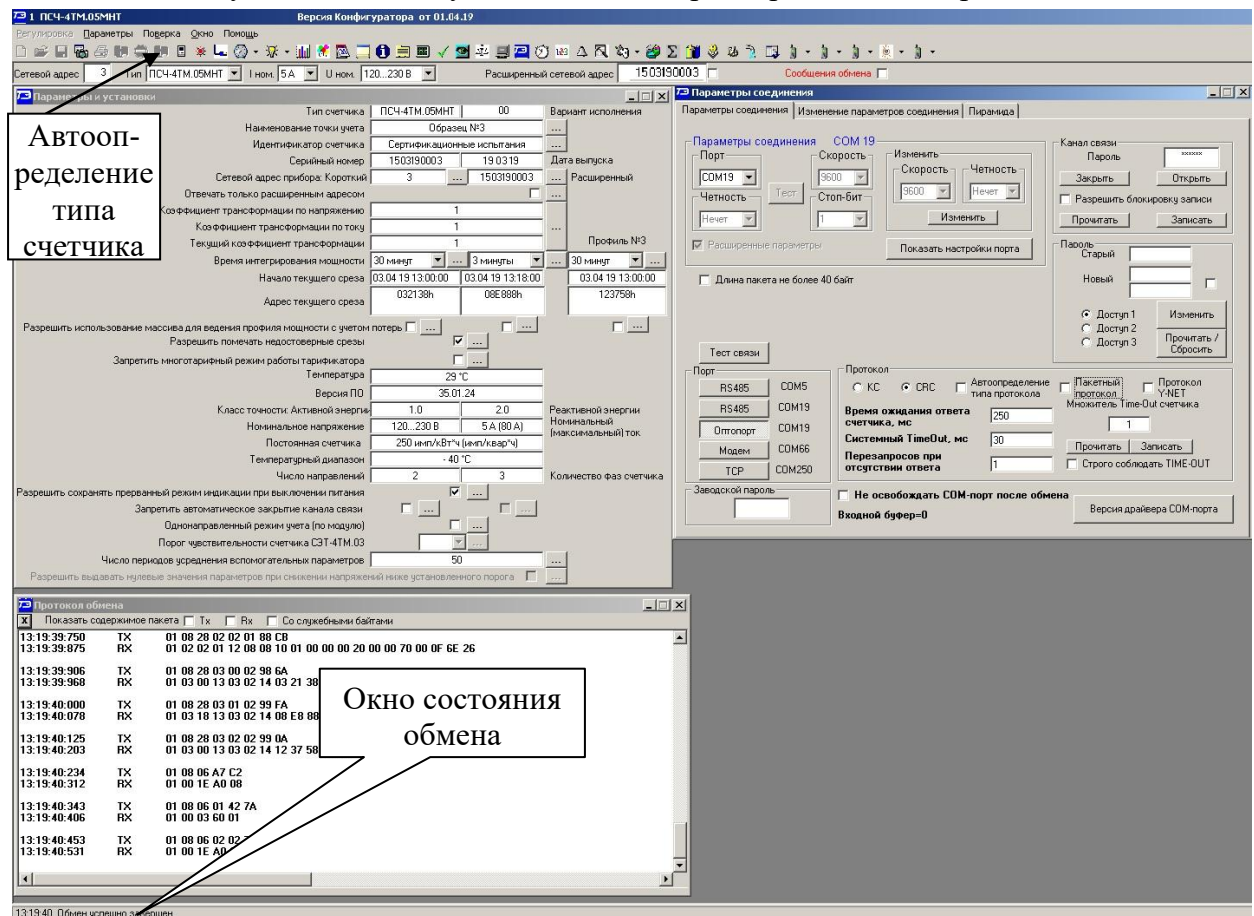

Рисунок 1 - Генеральная форма программы «Конфигуратор СЭТ-4ТМ»
7.2 Вызов формы производится или из меню «Параметры» или путем нажатия кнопки «Автоопределение типа счетчика», расположенной на панели инструментов генеральной формы (рисунок 1). При этом определяется тип счётчика, заполняются информационные окна «Тип счётчика», «Ином», «Уном» генеральной формы и вызывается форма «Параметры и установки», вид которой приведен на рисунке 5.